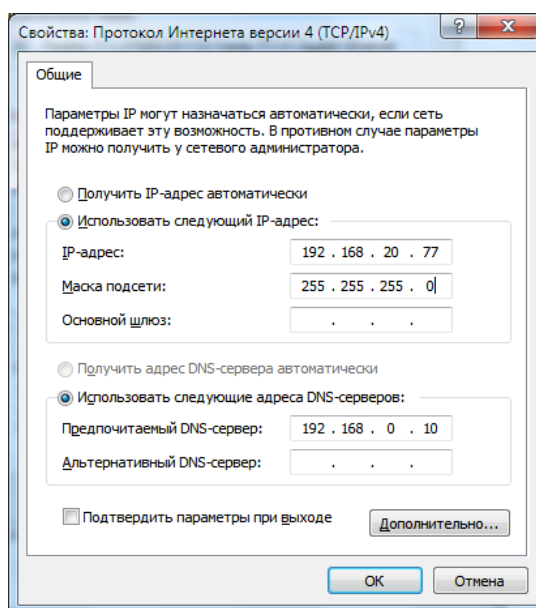

Рисунок 26 – Диалог "Свойства: Протокол Интернета (TCP/IP)"
- 3) Откройте свойства сетевого подключения и в соответствующем диалогом окне (см. Рисунок 26) установите IP-адрес компьютера в подсети *192.168.20.** (например *192.168.20.77*) или в подсети, соответствующей ранее установленному IP-адресу контроллера.